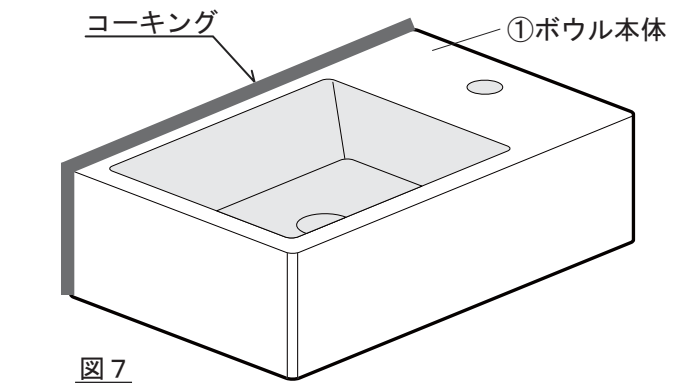

図7
- 9) 水漏れなどを防ぐために、①ボウル本体の壁取付面周辺(壁との接触面周辺)をコーキングして下さい。(図7)